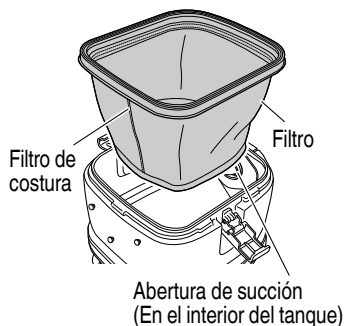

Fig. 14
- (2) Inserte el filtro de tejido de forma que la unión esté en el otro lado de la entrada del tubo. (Fig. 14)